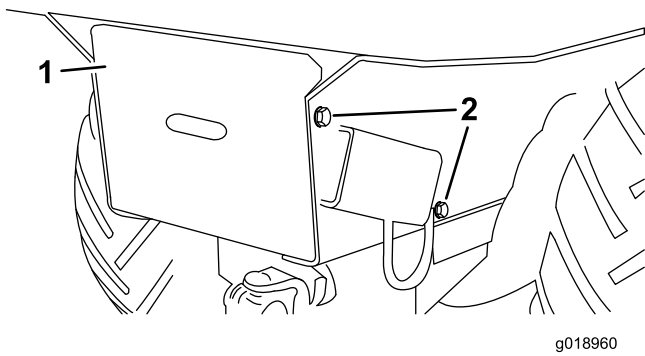

Figure 28
2. Retirez les boulons qui fixent le support de batterie de chaque côté de la machine (Figure 28).